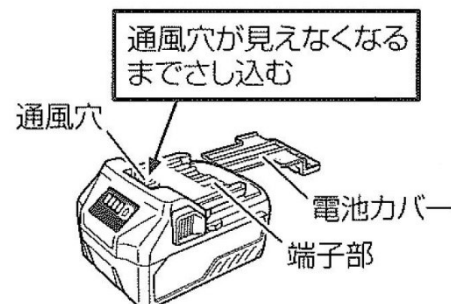

図 G-1
- ・ 購入した予備バッテリー等を単体で保管する場合は、短絡を防ぐため電池カバーを取り付けて下さい。(図 G-1)